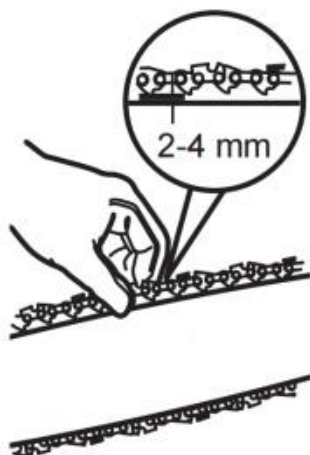

Fig. 15
1) Compruebe la tensión de la cadena levantando con una mano la cadena de sierra (C12) contra el peso del producto. La tensión correcta se consigue cuando la cadena de sierra se puede levantar aproximadamente 2-4 mm desde la barra guía (C13) en el centro (Fig. 15).